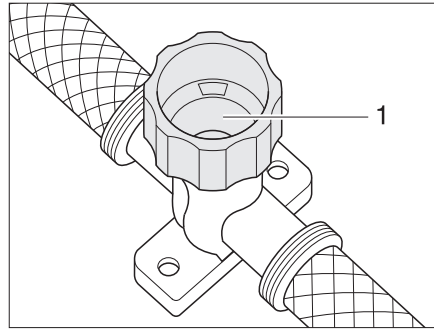

Fig. 130 Robinet de vidange pour Therme
- Fermer le robinet de vidange. Tourner pour cela le capuchon (Fig. 130,1) dans le sens des aiguilles d'une montre.
- Ouvrir le robinet de vidange du Therme. Tourner pour cela le capuchon (Fig. 130,1) dans le sens inverse des aiguilles d'une montre.